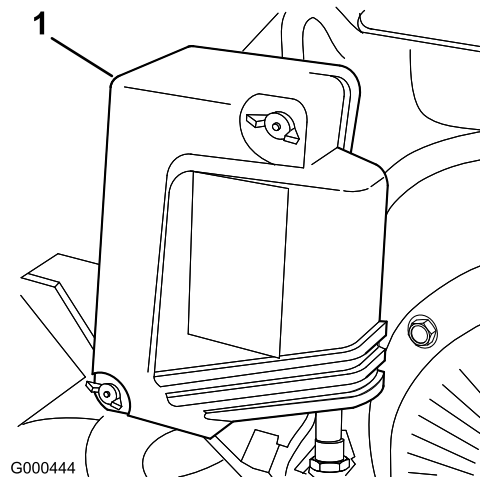

Figura 23
2. Retire as porcas que fixam a cobertura do filtro do ar e retire a cobertura. Limpe bem a cobertura (Figura 23).